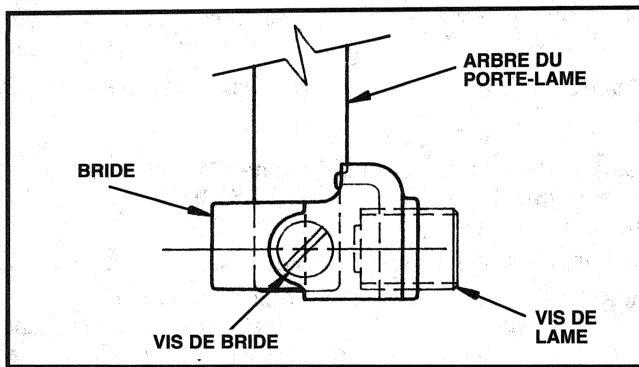

Fig. 3
3. Desserrer la vis de lame, Fig. 3, d'environ deux tours à l'aide d'un tournevis.
1. Desserrer la vis de lame, Fig. 3, d'environ deux tours. Desserrer la vis de bride de six à huit tours et retirer la bride.
REMARQUE : La bride peut être repositionnée en vue d'accepter les lames « à crochets » Porter-Cable en répétant les Étapes 1 et 2 et en positionnant la bride comme illustré à la Fig. 3. La vis de bride doit être serrée solidement lors de l'utilisation des lames de type « à crochets ».